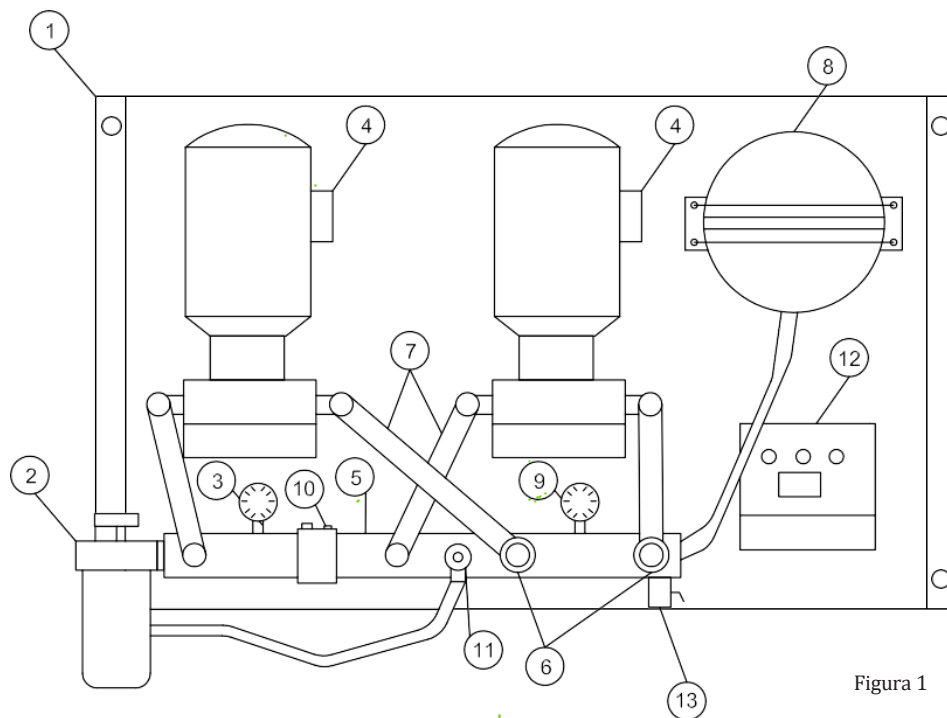

Figura 1
1. Interconectar el tramo de aspiración entre el grupo, (ver figura 1 punto 2) y el depósito utilizando tubería de cobre (recomendación), y el uso de racores de compresión con el fin de garantizar una buena estanqueidad.
- Interconectar el tramo de impulsión entre el grupo de presión, (ver figura 1 punto 13) y el punto de consumo utilizando tubería de cobre, e intercalar los elementos necesarios para alimentar quemadores 1 o 2 etapas (ver pág. 10), grupos electrógenos (depósitos) (ver pág. 10) o quemadores modulantes, (ver pág. 11).